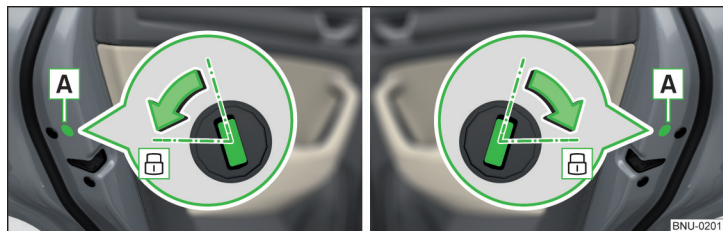

Fig. 345 Porte gauche/Porte droite
- › Pour les véhicules avec le cache [A], enlever ce cache » fig. 345.